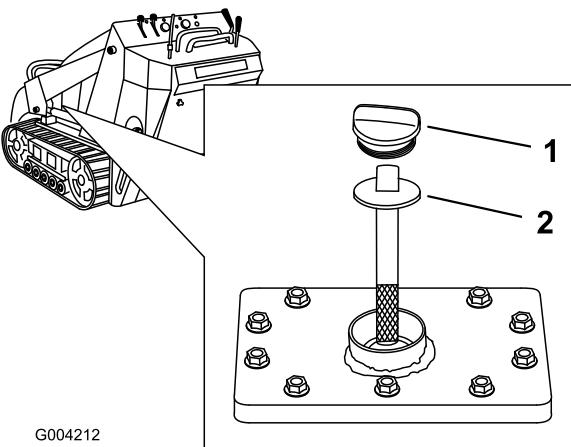

Figure 54
5. Enlevez le bouchon et la jauge du réservoir hydraulique (Figure 54).